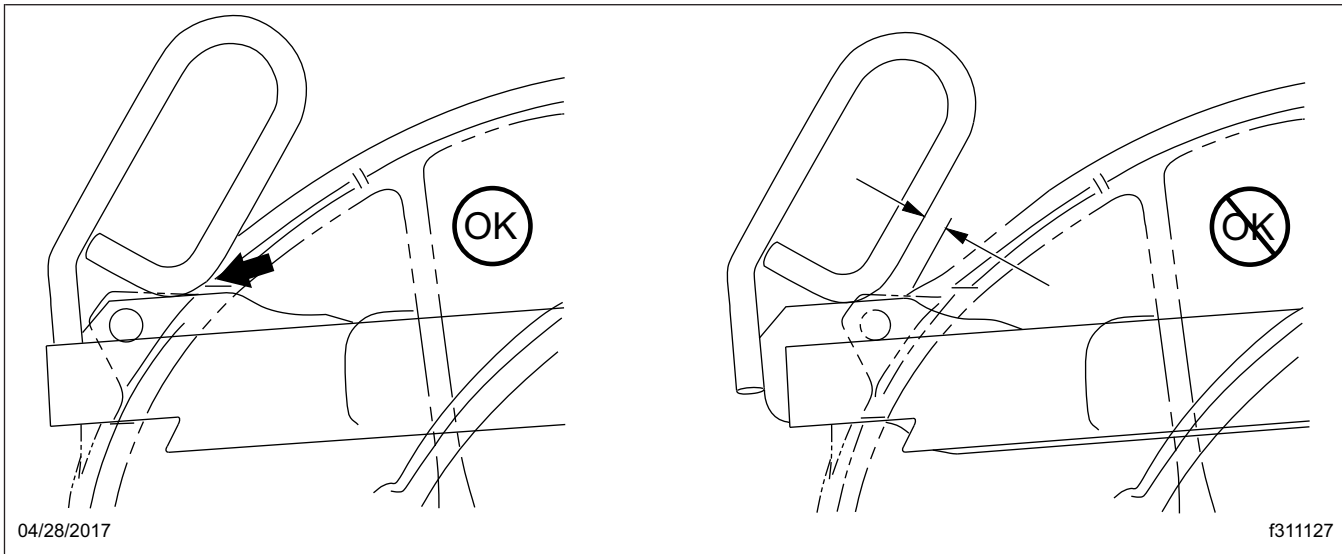

Figura 10.8, Manija de liberación de Jost en posición de bloqueo
11. Asegúrese de que la manija de liberación esté en la posición de cerrado, junto a la fundición. Vea la Figura 10.8.